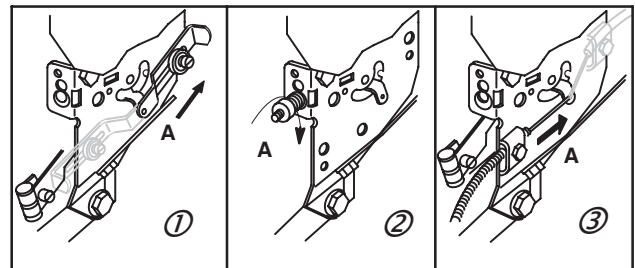

Fig. 70
Régler le câble ou tourner l'écrou comme indiqué (A) pour augmenter la vitesse. Manuelle à friction (1), réglable fixe (2), commande à distance (3), Fig. 70.